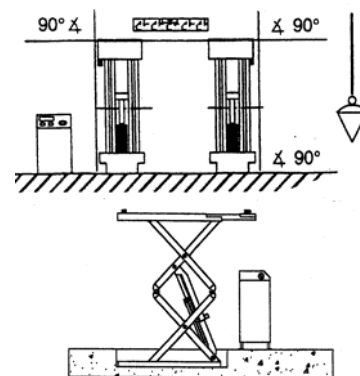

Fig.10
UITLIJNEN VAN DE HEFBRUG (Fig.10)
- Controleer of de rijplaten verticaal en horizontaal juist zijn uitgelijnd tov. de vloer en tov. elkaar (Fig.10). Dit is zeer van belang voor het goed functioneren van de hefbrug. Vul eventueel het grondframe uit.